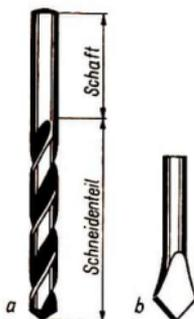

Bild 31 Spiralbohrer (a) und Spitzbohrer (b)
Werkzeuge zum Bohren. Bohrer gibt es in verschiedenen Ausführungen. Der einfachste Bohrer ist der **Spitzbohrer** (Bild 31), der auch als **Drillbohrer** verwendet wird.
Der **Bohrer mit Ringgriff** (Nagelbohrer) besitzt einen Griff zum Eindrehen der Bohrerspitze in den Werkstoff. Die meisten Bohrer sind sogenannte **Einsatzbohrer**. Sie werden in eine Bohrmaschine eingesetzt und können beliebig ausgetauscht werden. Der wichtigste aus dieser Gruppe ist der **Spiralbohrer** (Bild 31). Er besteht aus dem **Schneidenteil** und dem **Schaft**. An der Bohrerspitze befinden sich die beiden **Bohrerschneiden**. Am oberen Ende des Schaftes ist der Bohrerdurchmesser in Millimeter angegeben. In der Holzbearbeitung werden verschiedene Spezialbohrer eingesetzt. Zu ihnen gehören der **Bohrer mit Ringgriff** (Bild 32, 1), der **Schlangenbohrer** (2) und der **Zentruboherer** (3). Der Schaft der beiden letzten Bohrer ist häufig ein „Vierkant“. Dieses kann in die Bohrwinde eingespannt werden und gestattet es auch, die Bohrer mit einem einfachen Vierkantschlüssel zu drehen.